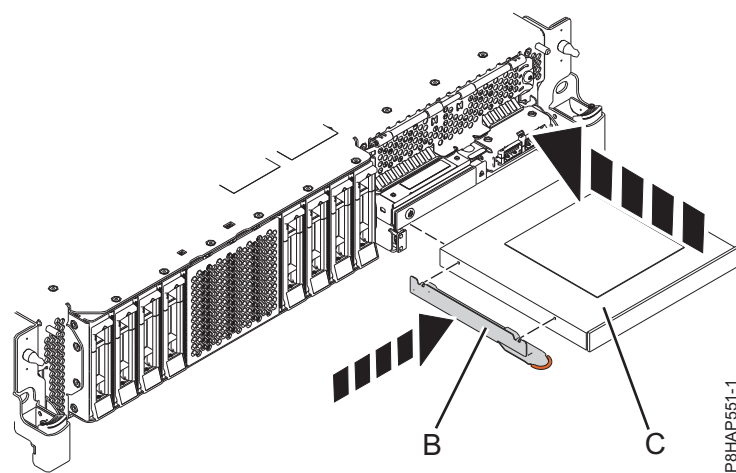
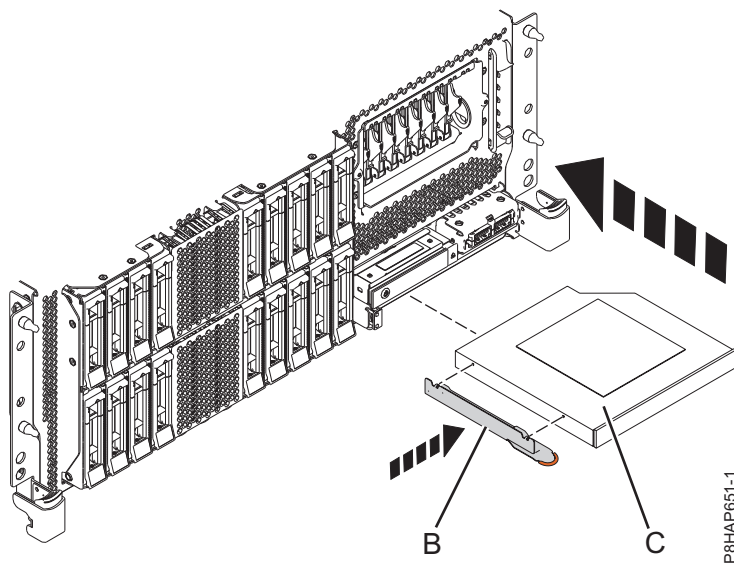
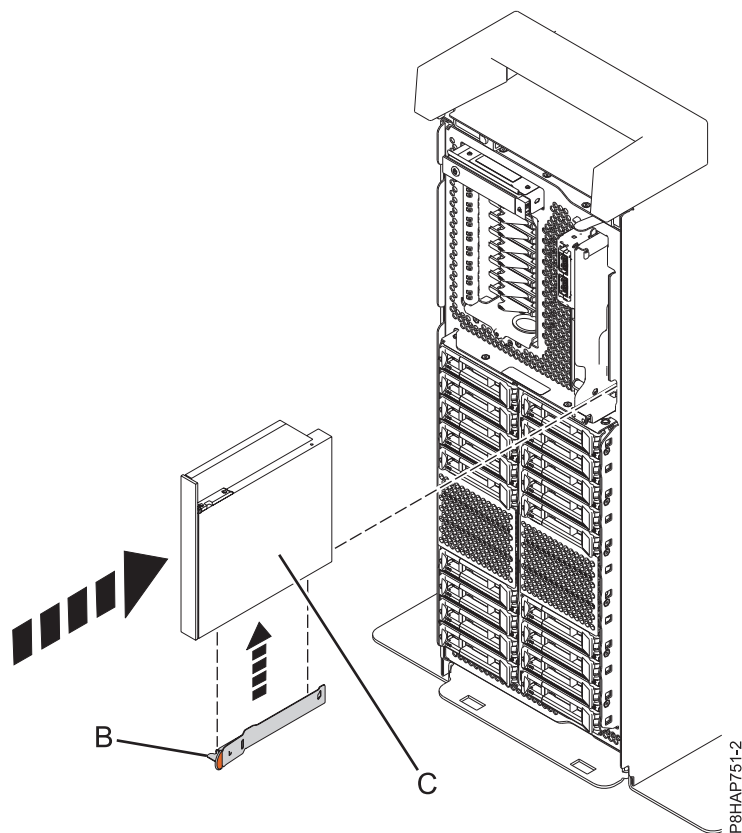

Figura 20. Instal·lació d'un dispositiu de suport d'emmagatzematge extraplà en un sistema 5148-21L, 5148-22L, 8247-21L, 8247-22L, 8284-21A, o 8284-22A
Figura 21. Instal·lació d'un dispositiu de suport d'emmagatzematge extraplà en un sistema 8247-42L, 8286-41A o 8286-42A muntat en bastidor
Figura 22. Instal·lació d'un dispositiu de suport d'emmagatzematge extraplà en un sistema autònom
4. Fixeu la peça de subjecció (**B**) al dispositiu de suport d'emmagatzematge extraplà nou, com es mostra a El model Figura 20 a la pàgina 27 per un sistema 5148-21L, 5148-22L, 8247-21L, 8247-22L, 8284-21A, o 8284-22A, el model Figura 21 a la pàgina 27 per un sistema 8247-42L, 8286-41A o 8286-42A muntat en bastidor o el model Figura 22 a la pàgina 28 per un sistema 8286-41A autònom.
Per un sistema 5148-21L, 5148-22L, 8247-21L, 8247-22L, 8284-21A, o 8284-22A, consulteu Figura 20 a la pàgina 27, per un sistema 8247-42L, 8286-41A o 8286-42A muntat en bastidor, consulteu Figura 21 a la pàgina 27 o per un sistema 8286-41A autònom, consulteu Figura 22 a la pàgina 28.